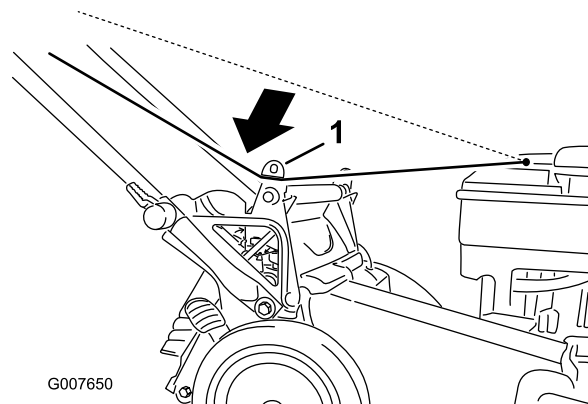

Bild 32
1. Verlegen Sie das Starterkabel um die untere Kabelführung (Bild 32).